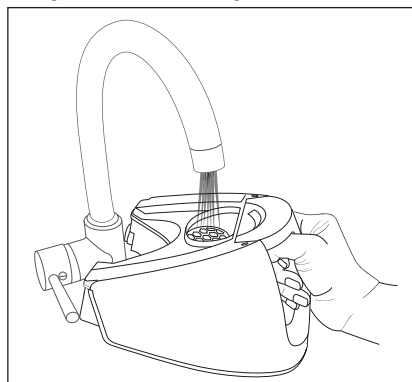

Fig. 2
- 2) Encha o depósito de água **7** através do orifício de enchimento com água canalizada ou água destilada (ver fig. 2).